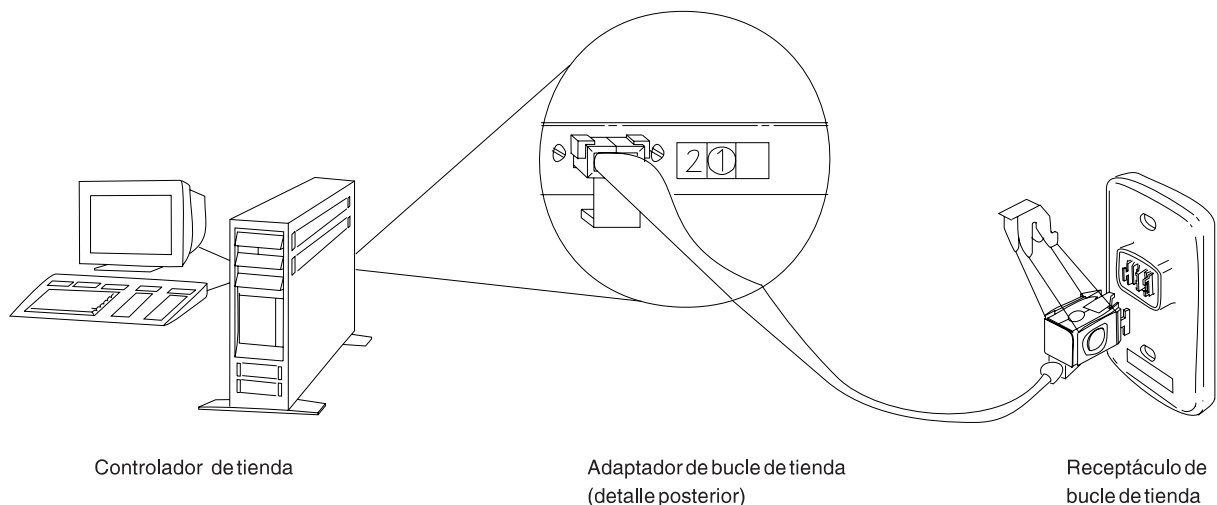
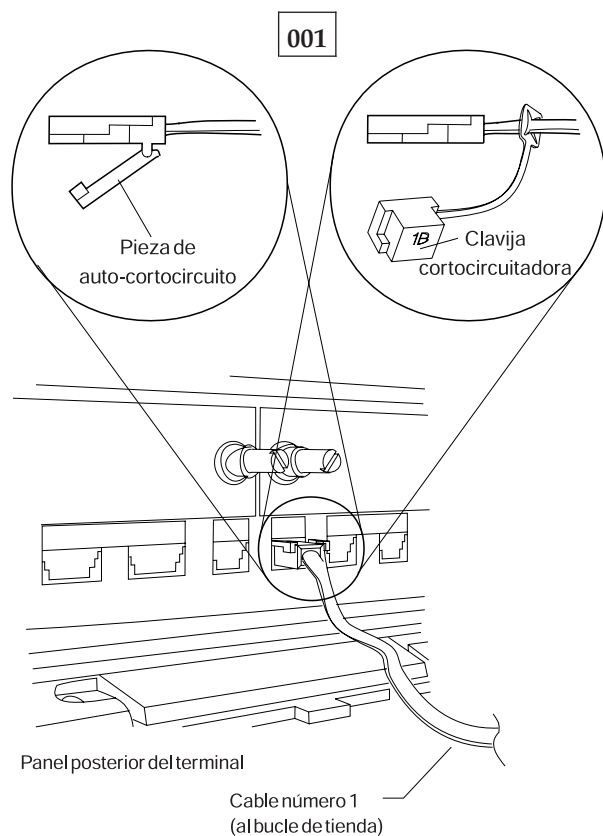

Figura 30. Adaptador de bucle de tienda del controlador de tienda y receptáculo de bucle de tienda
Figura 31. Clavija cortocircuitadora 1B y cable 1 de bucle de tienda de terminal Mod1
- Asegúrese de que el cable de bucle de tienda está enchufado al zócalo de cable de bucle del terminal Mod1 que visualiza el mensaje W001 y de que el otro extremo del cable está enchufado al receptáculo de bucle de tienda. Consulte la Figura 30 en la página 513 y la Figura 31 en la página 513.
- Desconecte del bucle de tienda el controlador de tienda primario desenchufando el cable de bucle de tienda del receptáculo de bucle de tienda. Consulte la Figura 30 en la página 513.
- Desconecte del bucle de tienda el controlador de tienda de reserva desenchufando el cable de bucle de tienda del receptáculo de bucle de tienda. Consulte la Figura 30 en la página 513.
- Desconecte del bucle de tienda este terminal Mod1 desenchufando el cable de bucle de tienda del receptáculo de bucle de tienda. Consulte la Figura 30 en la página 513.
¿Está enchufado el cable de bucle de tienda al adaptador de bucle de tienda en el controlador de tienda activo? Consulte la Figura 30 en la página 513.